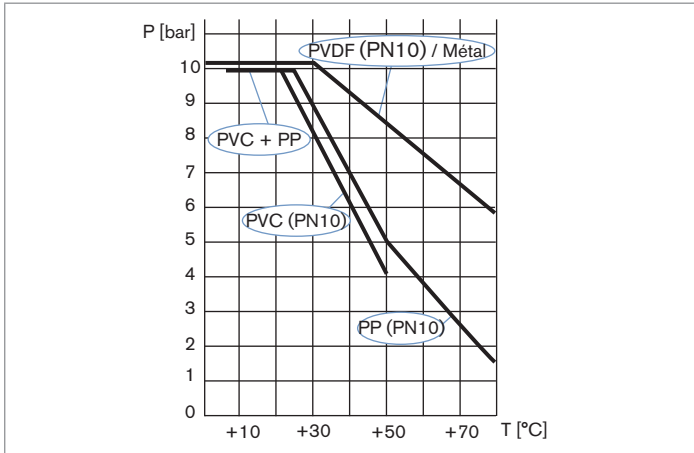
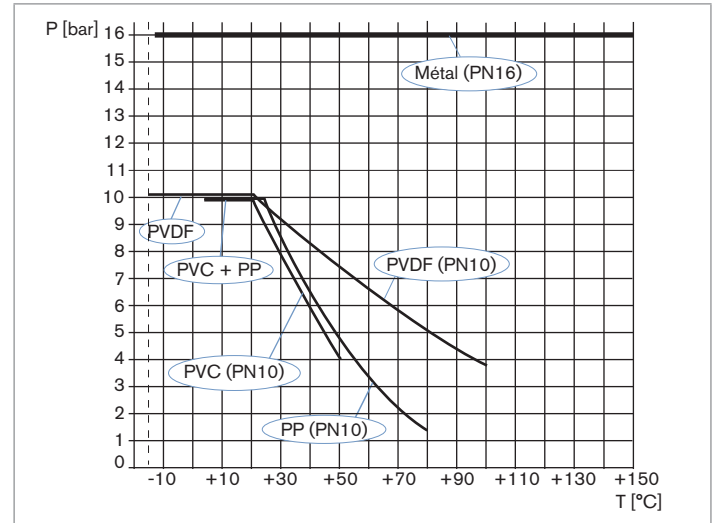

Fig. 5 : Dépendance température - pression du fluide du 8041 avec armature du capteur en PVDF dans un raccord S020 en métal, PVDF, PVC ou PP
Fig. 6 : Dépendance température - pression du fluide du 8041 avec armature du capteur en acier inoxydable dans un raccord S020 en métal, PVDF, PVC ou PP
<p>Température du fluide</p> <ul style="list-style-type: none"> armature du capteur en acier inoxydable armature du capteur en PVDF 	<p>La température du fluide peut être restreinte par la pression du fluide et par le matériau du raccord S020 utilisé (voir Fig. 5 et Fig. 6).</p> <ul style="list-style-type: none"> -15...+150 °C 0...+80 °C
<p>Pression du fluide</p> <ul style="list-style-type: none"> armature du capteur en acier inoxydable armature du capteur en PVDF 	<p>La pression du fluide peut être restreinte par la température du fluide et le matériau du raccord S020 utilisé (voir Fig. 5 et Fig. 6).</p> <ul style="list-style-type: none"> PN10 avec raccord en plastique, PN16 avec raccord en métal PN10
- Tenir compte de la dépendance température-pression du fluide selon la nature du matériau du raccord utilisé (voir Fig. 5 et Fig. 6).